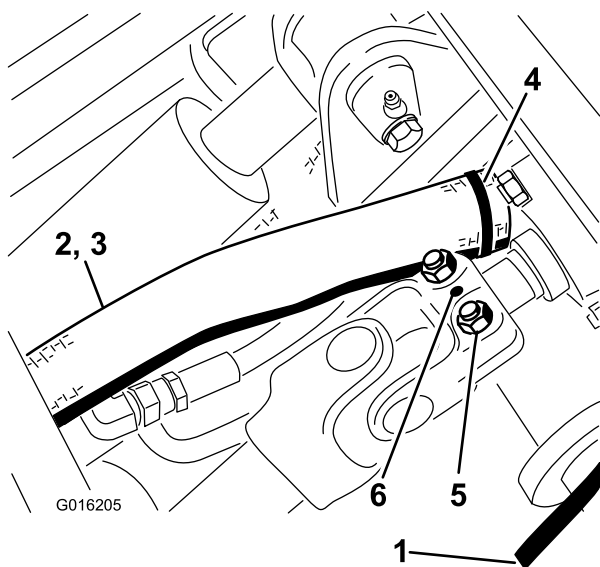

Figure 47
7. Accouplez l'arbre d'entraînement à l'arbre du boîtier d'engrenages dans le cadre d'hiver et serrez les boulons (5/16 po) à un couple de 20 à 25 Nm (175 à 225 po-lb). Posez la goupille cylindrique (Figure 47).